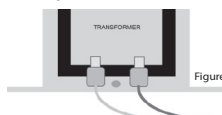

Figure 2: Transformer wiring for 208V
3. Enlevez le câble de branchement du connecteur de droite (étiqueté 230V) et brancher le câble au connecteur du centre (étiqueté 208V), illustré dans la Figure 2 ci-dessous.